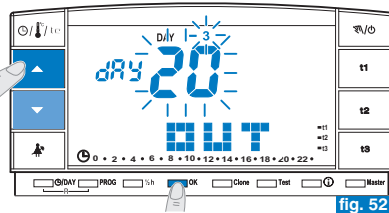

fig. 52
- confermare premendo il tasto **OK** (fig. 52).